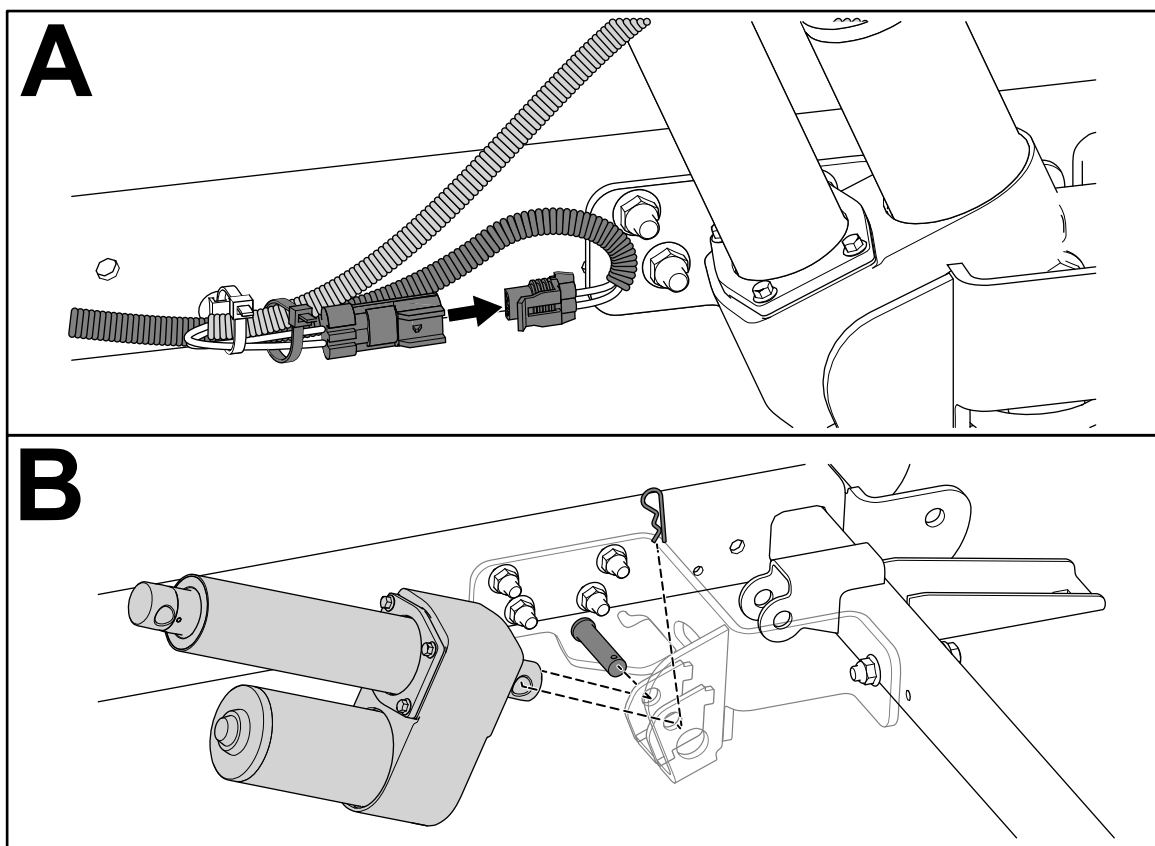

Figura 4
5. **En su caso**, retire el cilindro de elevación eléctrico, como se muestra en la Figura 4.